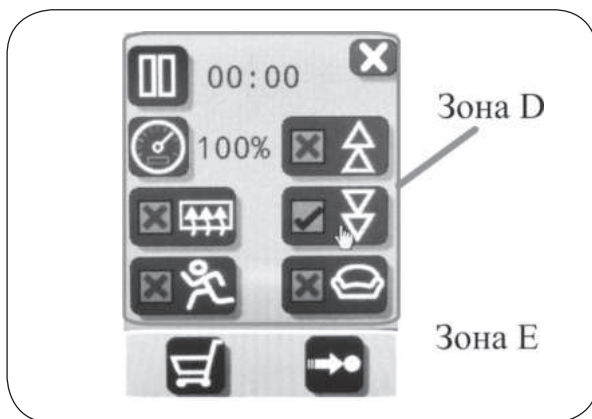

Рисунок 7.6 – Дисплей режима настройки процедуры
7.4. Дисплей режима настройки процедуры (см. рис. 7.6).